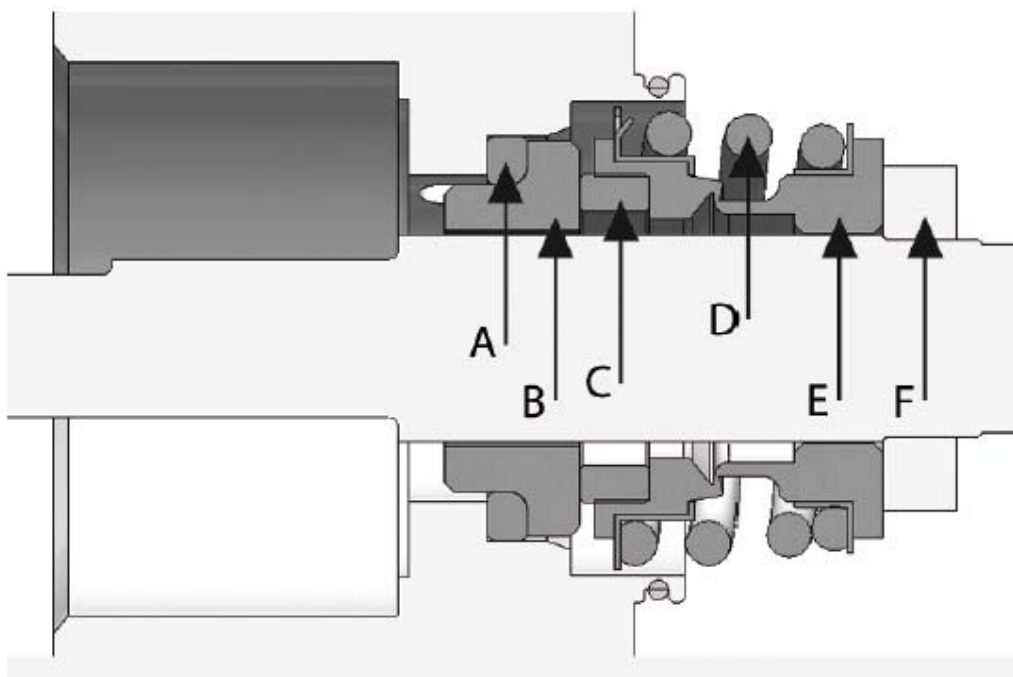

Figura 10. Tenuta meccanica
La tenuta meccanica è composta da diversi componenti (figura 10).
L'anello di supporto F (figura 10) è collegato all'albero con un giunto e può essere rimosso riscaldandolo. I componenti A & B (figura 10) vengono tolti spingendoli dal lato del cuscinetto.
- 1.1. Scaldare il supporto dell'anello di tenuta (figura 10, punto F) finché non entri in posizione senza sforzi.
- 1.2. Pressare la parte rotante della tenuta meccanica (figura 10, punto C, D, E) in posizione contro l'anello di supporto.
2. Premere le parti statiche della tenuta meccanica nella cassa del cuscinetto (figura 10, punti A & B).